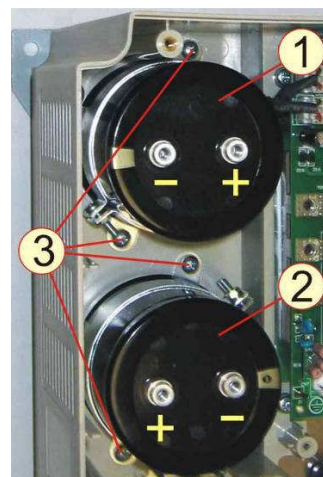

Рис.7.14
**7.9.3** Установить конденсаторы 1 и 2, вкрутив четыре самонарезающих винта 3 (рис.7.14).